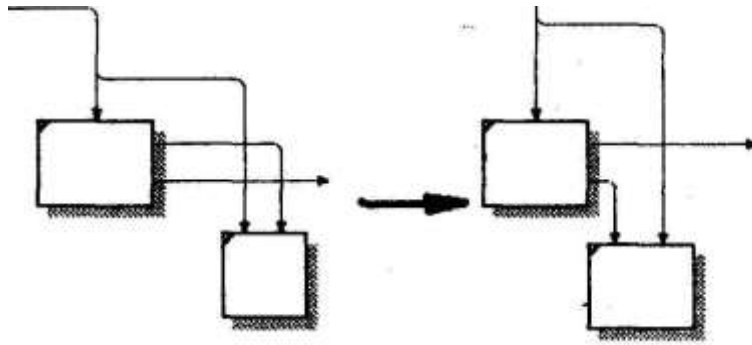

Рис. 11.4. Мінімізація перетинань і поворотів стрілок
- Варто мінімізувати число перетинань, петель і поворотів стрілок. Це ручна й, у разі насичених діаграм, творча робота (рис. 11.4).